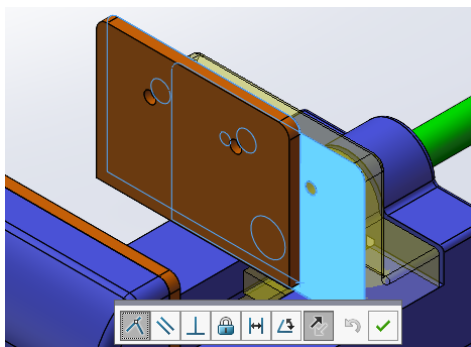

图 4-41 添加“重合”配合
- 如图 4-41 所示，定义两面“重合”，“配合对齐”为“反向对齐”。